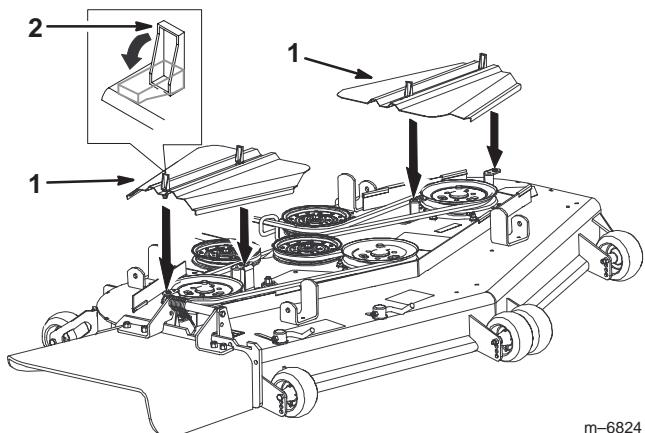

Figure 71
- Déposez les couvercles de la courroie (Fig. 71).
- Posez et verrouillez les couvercles de la courroie (Fig. 71).